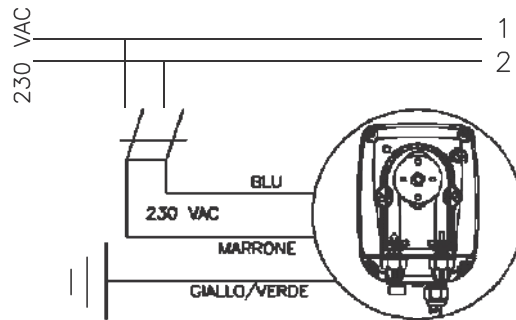

Fig. 4
- b. - Respetar las normas en vigor en los diferentes países por lo que se refiere a la instalación eléctrica (Fig. 4). Si el cable de alimentación no está dotado de enchufe eléctrico, el equipo debe quedar conectado con la red de alimentación utilizando un interruptor onnipolar seccionador que tenga una distancia mínima entre los contactos de 3 mm. antes de tener acceso a los dispositivos de conexión todos los circuitos deben estar interrumpidos.